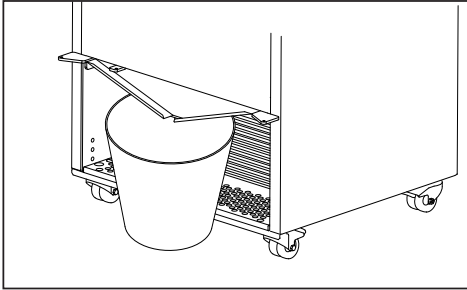

Abb. 12
3. Stellen Sie einen geeigneten Behälter unter den Tauwasserablauf. siehe Abb.12